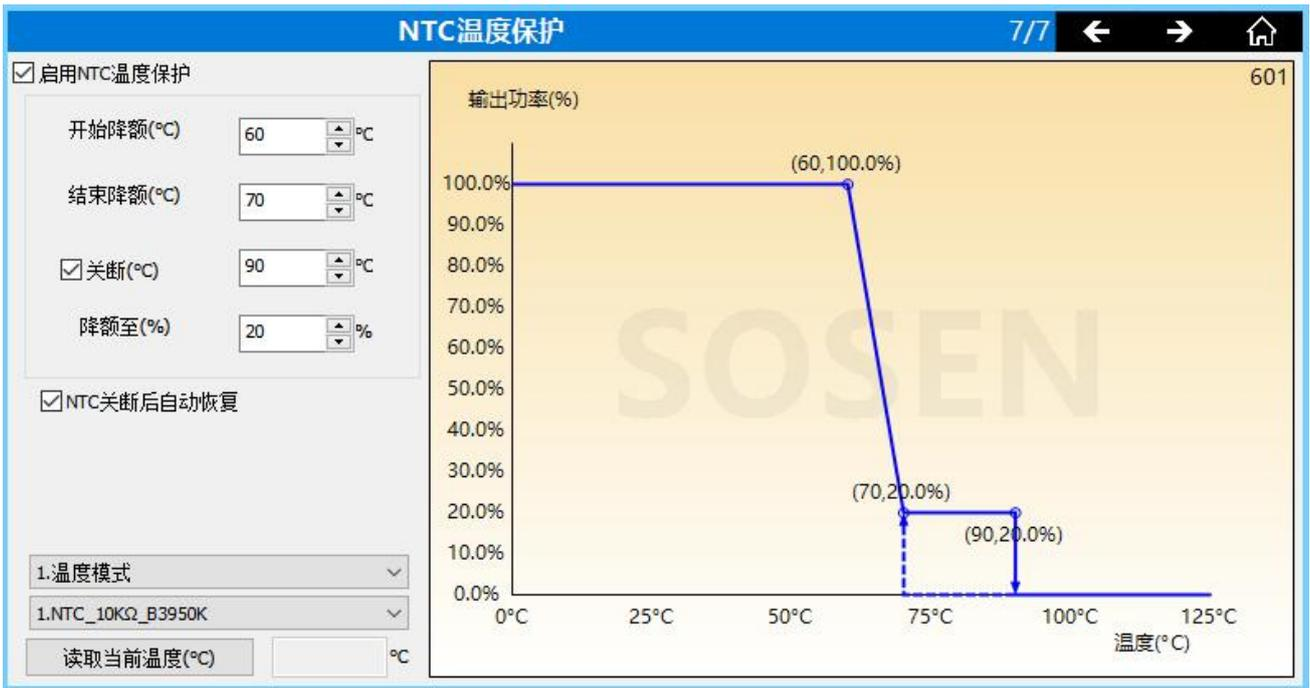

图 2
b. 其它机型所支持的 NTC 功能，如图 2 和图 3 所示的 601 功能界面。此类机型支持 2 种 NTC 功能逻辑，可以通过“机型特征参数”界面进行选择。支持此功能的机型如
c. 运行逻辑 1:根据“机型特征参数”界面-“NTC 运行逻辑”选项,选择“运行逻辑 1”,按图 2 所示参数设定,如蓝线所示,当温度低于 60°C时,输出功率为 100%;当温度大于 60°C且小于 70°C时,输出功率按 60°C到 70°C之间的斜线运行,随着温度的升高和降低,输出功率会伴随这个降低和升高;当温度大于 70°C,输出功率将降至 20%,并保持在 20%;当温度大于 90°C,将关断输出。NTC 关断后,可根据勾选项选择恢复输出或不恢复输出。另外,将